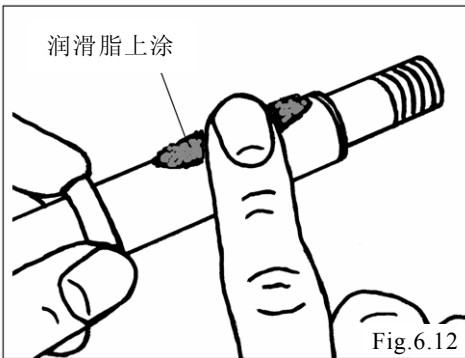

Fig.6.12
- 在中央拉杆的滑动部位上涂少量的润滑脂。(DP-5FE、DP-5FX) (Fig.6.12)
- 在密封垫的内侧及导管密封垫沟槽部位要涂抹足量的装配润滑油(润滑脂)。(DP-5FE、DP-5FX 除外) (Fig.6.12)